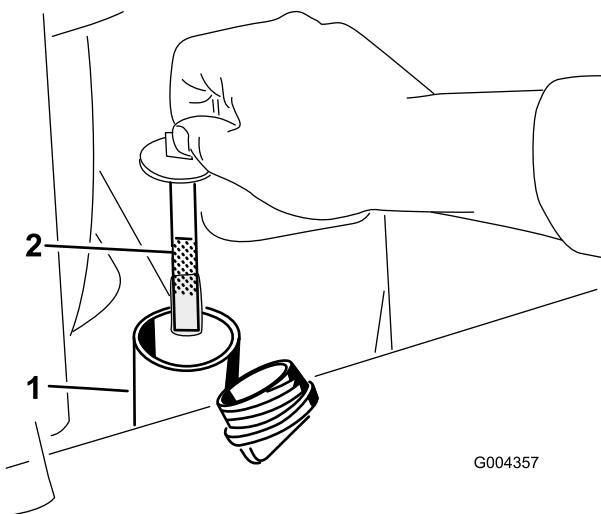

Рисунок 57
- Снимите крышку бака с гидравлической жидкостью и извлеките мерный щуп (Рисунок 57).